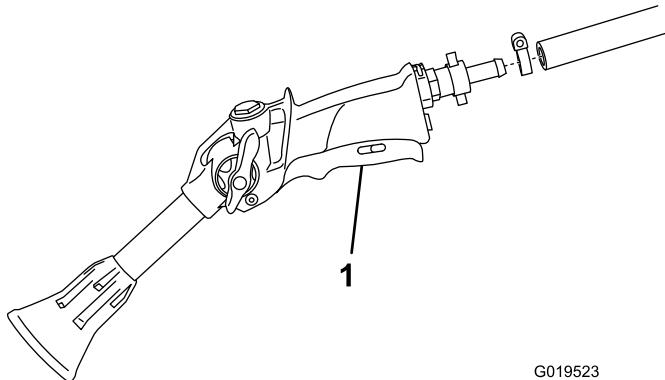

図 11
1. ホース（長）のもう一端をスプレーガンのフィッティングにつなぐ（図 11）。